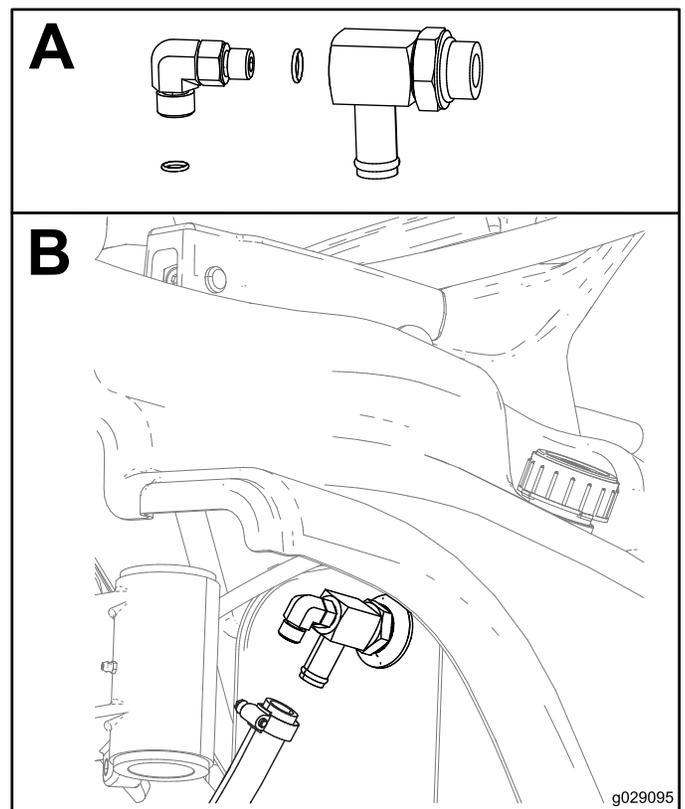

Figura 18
3. Instale el acoplamiento de 90° (3/8" x 3/8" macho) en el acoplamiento de 90° (3/8" hembra x 3/8" macho x conector de manguera de 3/4") como se muestra en Figura 18, A.
4. Retire el acoplamiento en codo existente de la parte trasera del depósito hidráulico en el lateral derecho de la máquina e instale el acoplamiento de 90° y el adaptador, y conecte la manguera como se muestra en el Dibujo B de Figura 18